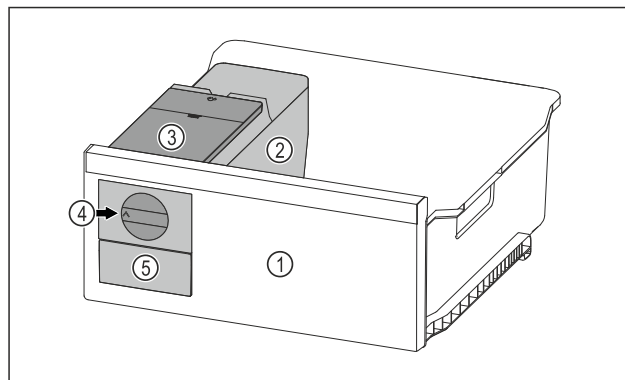

Fig. 122 Exempel
- Vrid reglaget Fig. 122 (4) medurs fram till anslaget.
- Isbitar faller från isbitsbrickan in i isbitslådan Fig. 122 (5). Om inte alla isbitar kommer ut ur isbitsbrickan: